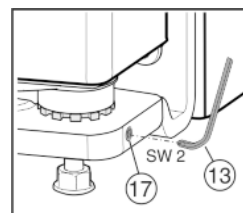

Fig. 17
- ▶ Отвийте малко винта без глава Fig. 17 (17) (макс. един оборот!).
- ▶ Отново затегнете винта без глава Fig. 17 (17), за да фиксирате лагерния болт.